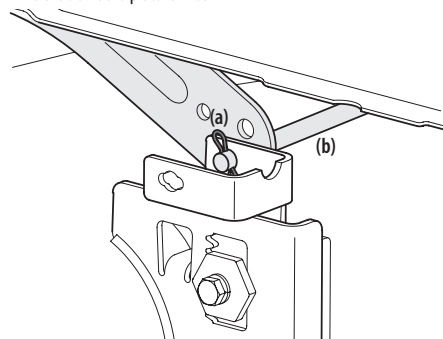

Figura 31
5. Mirando la plataforma de corte desde el lado izquierdo del tractor, ubique el pasador de chaveta (a) que sujeta la varilla de soporte de la plataforma (b) del lado posterior izquierdo de la plataforma. Consulte la Figura 31. Extraiga el pasador de chaveta (a) que sujeta la varilla de soporte de la plataforma (b), y con cuidado saque el soporte de la plataforma del brazo de elevación de la plataforma.